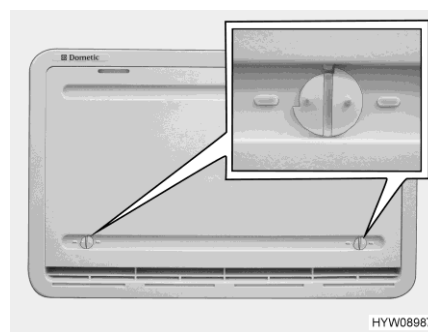

Fig. 120 Protection hivernale (grille d'aération du réfrigérateur)
La protection hivernale (Fig. 120) protège le groupe frigorifique de l'air froid. Placer des protections hivernales devant les deux grilles d'aération du réfrigérateur quand la température extérieure est inférieure à +10 °C (fonctionnement au gaz et fonctionnement électrique).
- Ouvrir les deux dispositifs de verrouillage (Fig. 120) (la rainure est à l'horizontale).